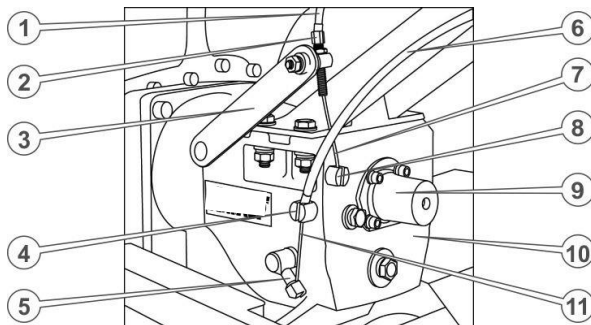

Рисунок 10 – Регулювання тросів ліворуч
30. Приєднати трос механізму аварійної зупинки двигуна, що йде від важеля на лівій рукоятці керма. Для цього зняти з троса фіксатор і відкласти його в бік, розблокувати клавішу й підняти її вгору, вставити сорочку троса в гніздо корпусу клавіші до упору, вставити трос в отвір регулювального гвинта (див. рисунок 10), а потім в отвір у важелі механізму блокування двигуна, надіти й закріпити фіксувальний затискач.
31. Приєднати трос управління зчепленням, що йде від важеля на лівій рукоятці керма. Для цього вставити сорочку троса в гніздо головки гвинта рукоятки до упору, закрутити до упору довгий регулювальний болт на кінці важеля зчеплення (див. рисунок 10), вставити трос в отвір цього регулювального болта й завести кінець троса в паз фіксатора, після чого викрутити регулювальний болт до виникнення натягу троса.
32. Приєднати трос ввімкнення заднього ходу, що йде від важеля на правій рукоятці керма. Для цього вставити сорочку троса в гніздо головки гвинта рукоятки до упору, протягнути трос у паз опори (див. рисунок 10), долаючи зусилля пружини важіль-гойдалку ввімкнення заднього ходу й завести наконечник троса в паз фіксатора на голівці важеля заднього ходу.